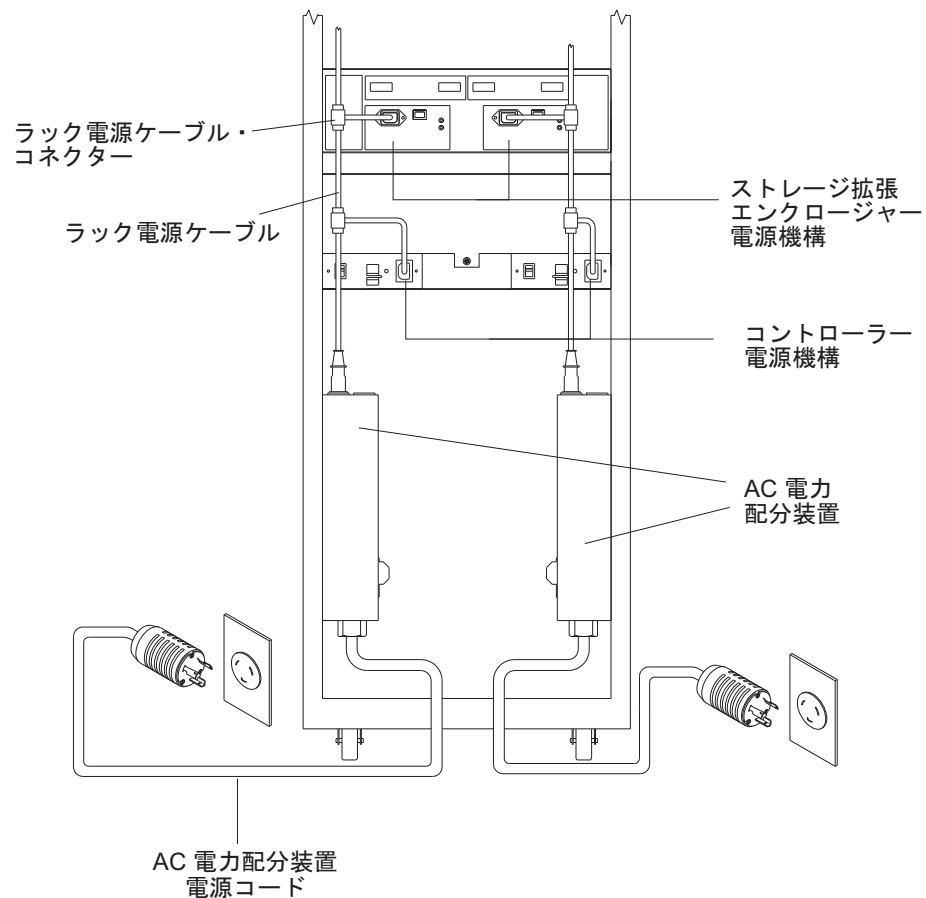

図 102. コントローラーおよびストレージ拡張エンクロージャーへの冗長 AC 電源接続
冗長電源のケーブル接続の例については、図 102 を参照してください。
- 電源の冗長性を維持するために、ストレージ・サブシステムの左右の RAID コントローラー・ユニットを、ラック・キャビネット内の AC 電力配分装置を通して 2 つの独立した外部電源回路に接続するか、または直接外部のコンセントに接続します。同様に、DS5100 または DS5300 に接続された DS4000 または DS5100 または DS5300 ストレージ拡張エンクロージャーの左右の電源機構を、DS5100 または DS5300 と同じ 2 つの独立した外部電源回路に接続する必要があります。これによって、1 つの電源回路しか使用できない場合でも、DS5100 または DS5300 およびそれに接続されたすべてのストレージ拡張エンクロージャーに電力が供給されます。さらに、右側または左側のすべての電源ケーブルを同じ電源回路に接続することで、無人電源回復の際に、ストレージ・サブシステムのコンポーネントの電源を同時にオンにすることができます。冗長電源接続の例については、165 ページの図 102 を参照してください。